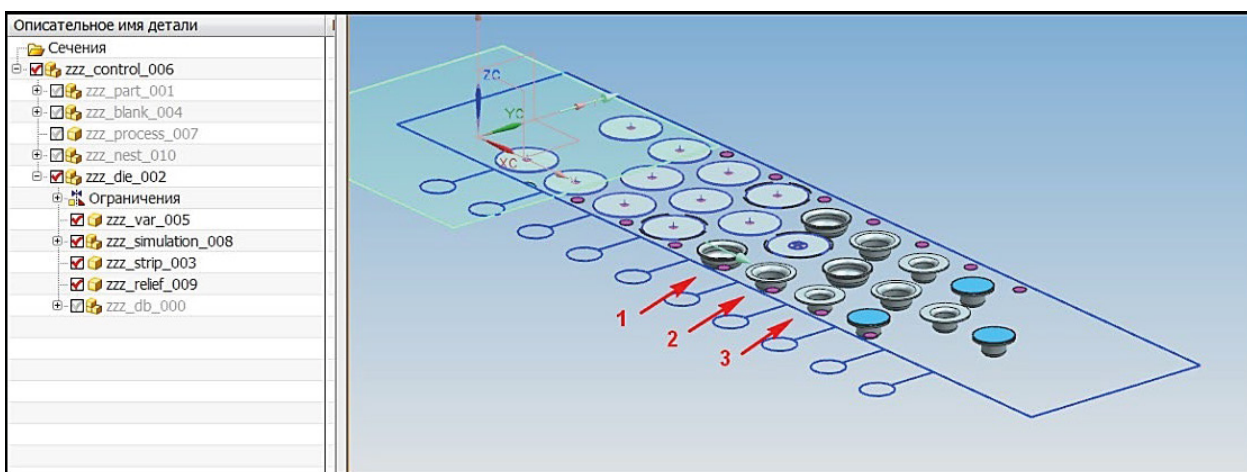

Рис. 10.5. Вид технологического процесса
1. Откройте файл инициализированного проекта *zzz\_control\_006.prt* в папке 4\4.7\4.7.1. Проект содержит технологический процесс с загруженным пакетом штампа. Пакет для удобства отображения скрыт. Вид техпроцесса представлен на рис. 10.5.
2. Создайте цилиндрический пуансон для операции первой вытяжки на позиции 1 (рис. 10.5).